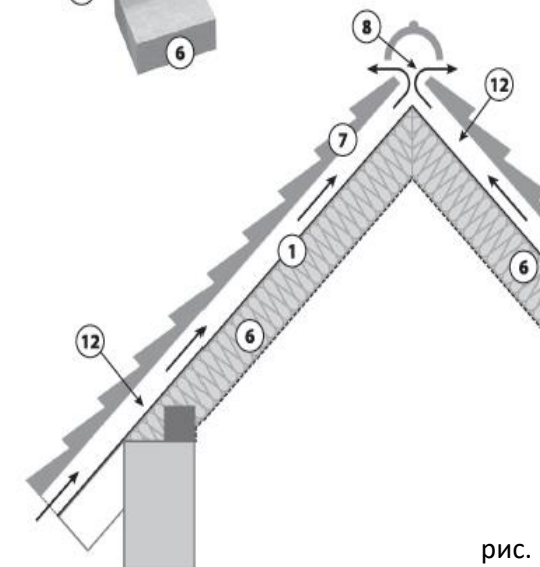

рис. 2
3. Мембрана позволяет непрерывно осушать крышу, но только когда есть постоянный приток атмосферного воздуха над ней, вдоль контррейки (рис. 2). Входные и выходные отверстия, вентиляционного зазора расположенной над ней, должны быть проходными и защищены от птиц и насекомых, а высота вентзазора должна быть соответствующим образом подобрана к размеру крыши.